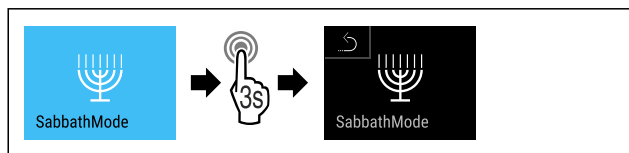

Fig. 15
- Выполните шаги действия (см. Fig. 15).